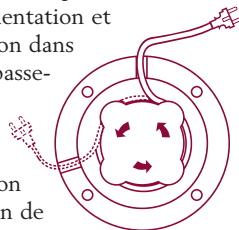

Fig. 4
- Pour allonger le cordon, retourner la base d'alimentation et dérouler le cordon de l'enrouleur. Régler la longueur nécessaire pour atteindre la prise d'alimentation et passer le cordon dans les encoches passe-câble prévues (fig. 4).